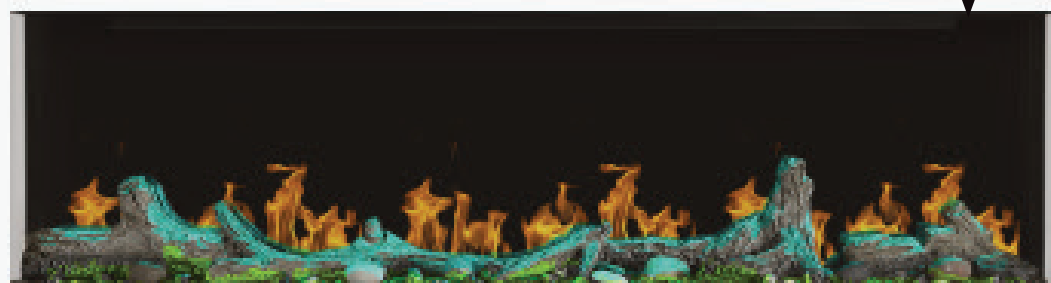

Fig. 16
1. Assurez-vous que l'appareil est branché et allumé (**Fig. 16**).